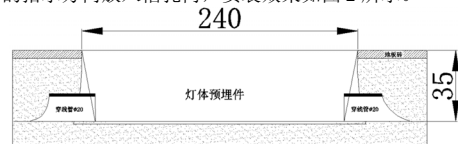

图 2
2. 在地面开 $\Phi 240\text{mm} \times 33.7\text{mm}$ 的槽孔, 根据灯具的指示方向放入槽孔内, 安装效果如图 2 所示。